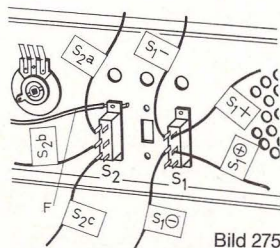

Bild 275
Bild 275 zeigt die fertig montierten Schalter von der Rückseite.
Bei einigen Schaltungen muß unter S_2 ein langer Verbindungsdraht (F) geklemmt werden, wie auf Bild 275 eingezeichnet. Dazu wird die Zylinderschraube etwas gelockert und nach Unterklemmen des Drahtes wieder angezogen.